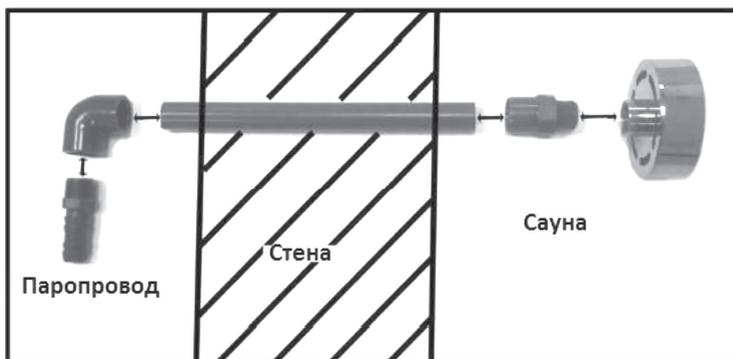

Рис. 3 Схема подвода трубы вывода солевого тумана в сауну
5. Вывести трубу через стену внутри сауны (рис. 3).
6. Подключить через муфту 20-50 мм к выходу пара форсунку (рис. 3).